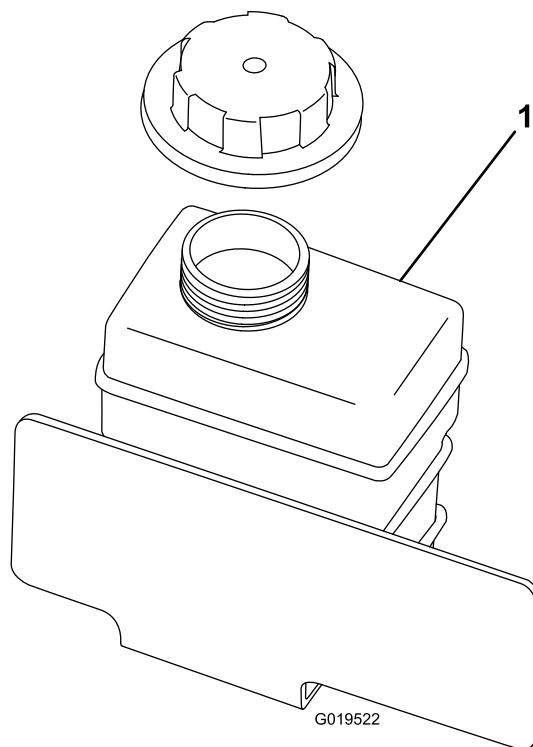

Figure 17
2. Vérifiez le niveau du liquide de refroidissement dans le réservoir de réserve (Figure 17). le liquide de refroidissement doit atteindre la base du goulot de remplissage.